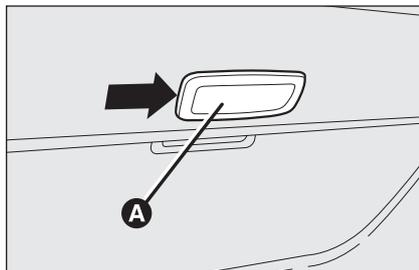

fig. 40
- intervenga en el punto indicado por la flecha y extraiga la lámpara de techo **A-fig. 40**;